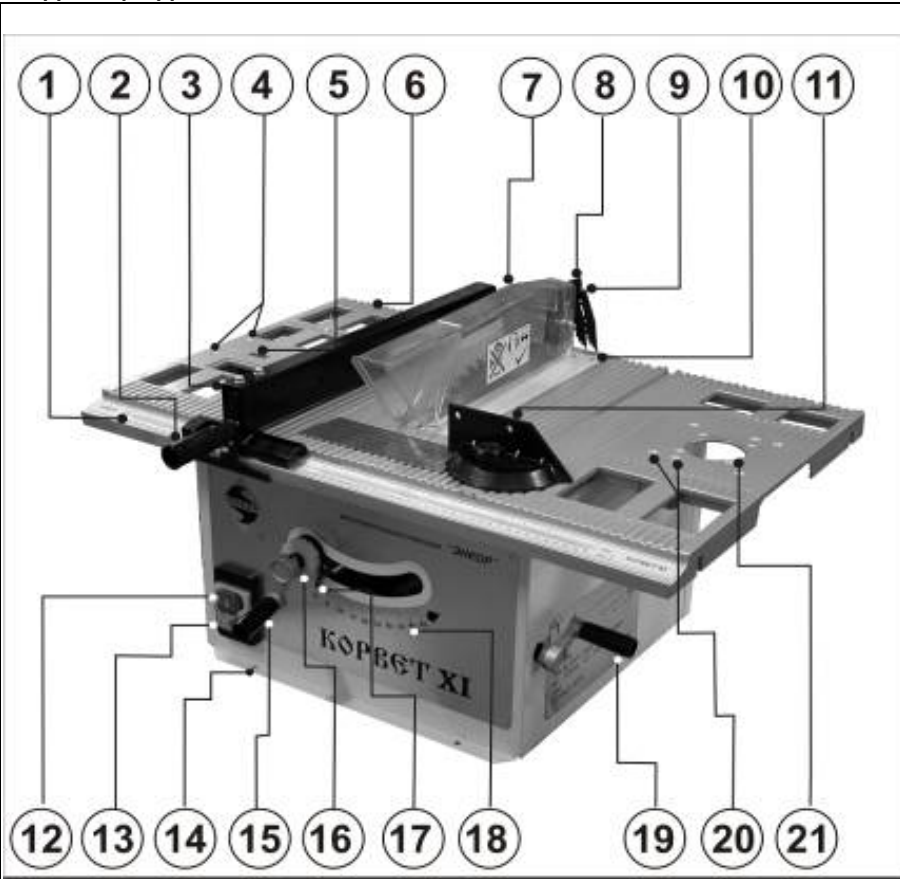
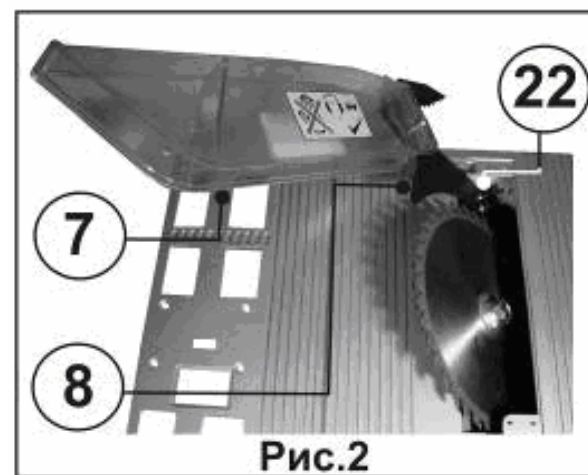

Рис.1
Рис.2
8.1. Установка рукояток регулировки подъема пильного диска и установки угла наклона (Рис.1)
8.2. Установка защитного кожуха с расклинователем и антиотбрасывателем (Рис.2)
8.2.1. Снимите центральную защитную пластину (10), выкрутив 4 крепежных винта, Рис.1.
8.2.2. С помощью рукояток (15) и (19), Рис.1, приведите пильный диск в положение, показанное на Рис.2.
8.2.4. Закрепите защитный кожух (7) на расклинователе (8), как показано на Рис.2.
9.2. Просверлите четыре отверстия на ровной и горизонтальной поверхности верстака и болтами с шайбами (не поставляются) закрепите пилу через отверстия (14) к поверхности верстака, Рис.1.
10. ОРГАНЫ УПРАВЛЕНИЯ (Рис.1)
10.1. Электромагнитный выключатель (Рис.1).
10.2. Рукоятка подъема пильного диска, Рис. 1.
10.3. Рукоятка наклона пильного диска, Рис. 1.
10.4. Фиксатор угла наклона пильного диска, Рис. 1.
10.5. Расклинователь и антиотбрасыватель, Рис. 1.
10.6. Параллельный упор, Рис. 1.